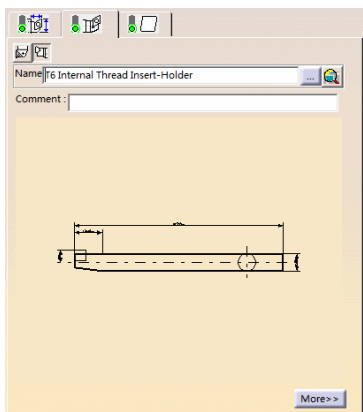

图 6-157 刀柄选项卡（8）
- 单击刀具参数选项卡中的 ，切换到刀柄选项卡（8），设置刀具刀柄的参数，如图 6-157 所示。